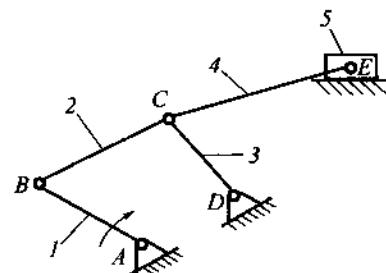

图 2
2. 如图 2 所示为一惯性筛的机构简图，试计算其机构的自由度。